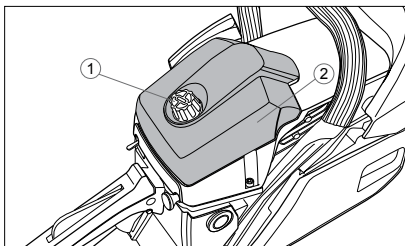

Рис. 24
- Открутите фиксатор 1 (рис. 24) и снимите крышку воздушного фильтра 2.